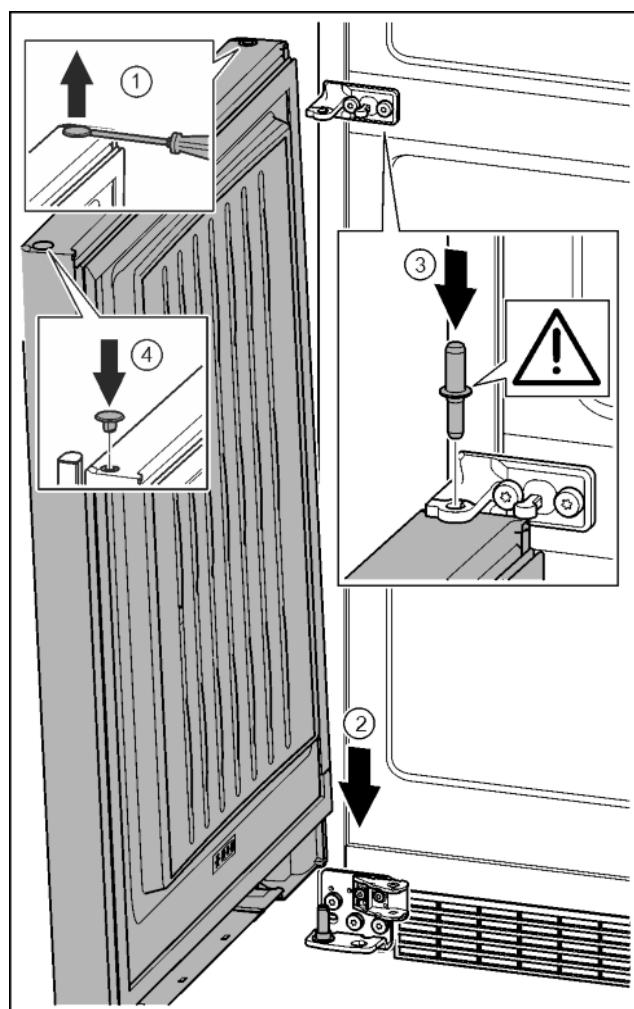

Fig. 34
- ▶ За допомогою шліцевої викрутки обережно підніміть пробку та витягніть її. Fig. 34 (1)
- ▶ Встановіть дверцята зверху на нижній опорний гвинт. Fig. 34 (2)
- ▶ Середній опорний гвинт встановіть в нижні дверцята через середній опорний кронштейн. При цьому виступ фіксатора повинен бути спрямований назад. Fig. 34 (3)
- ▶ Знову вставте пробку з іншого боку дверцят. Fig. 34 (4)